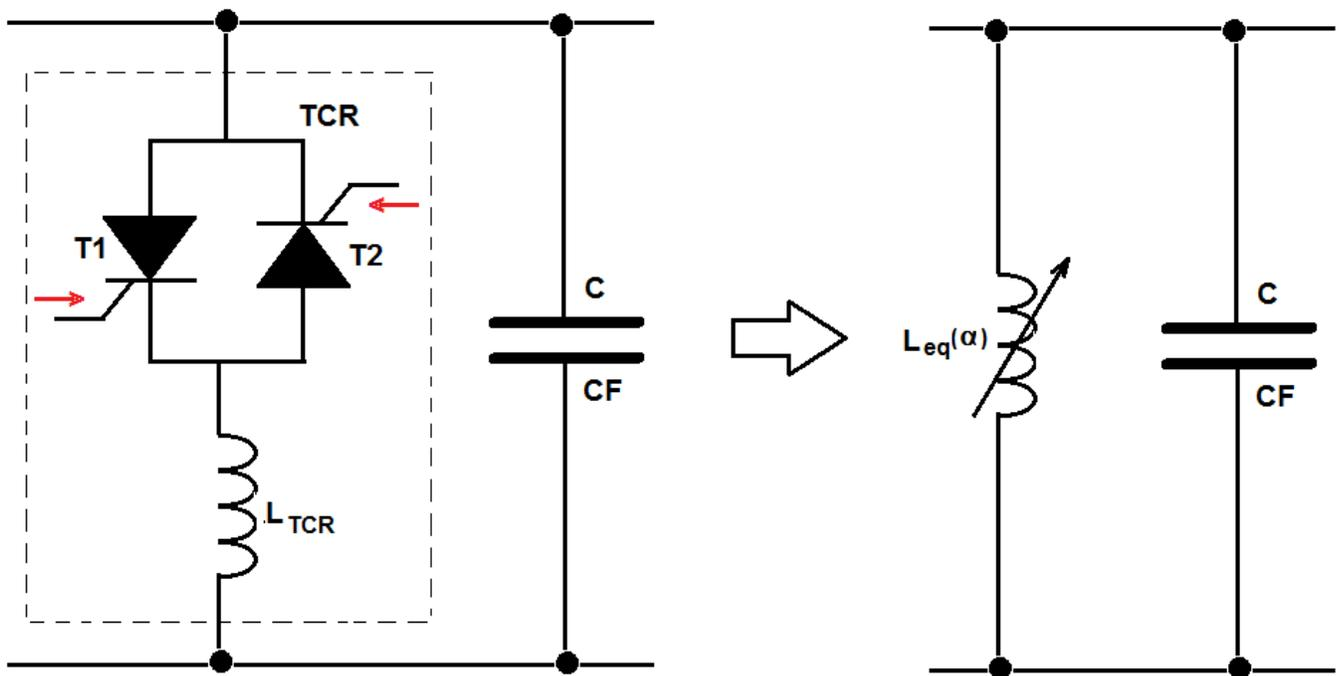

Figura 27 - A conexão em paralelo de um TCR e um capacitor fixo permite o controle da potência reativa que flui da fonte CA.
A reatância equivalente do compensador estático (CE) da figura 27, na frequência da fundamental, é dada pela expressão: